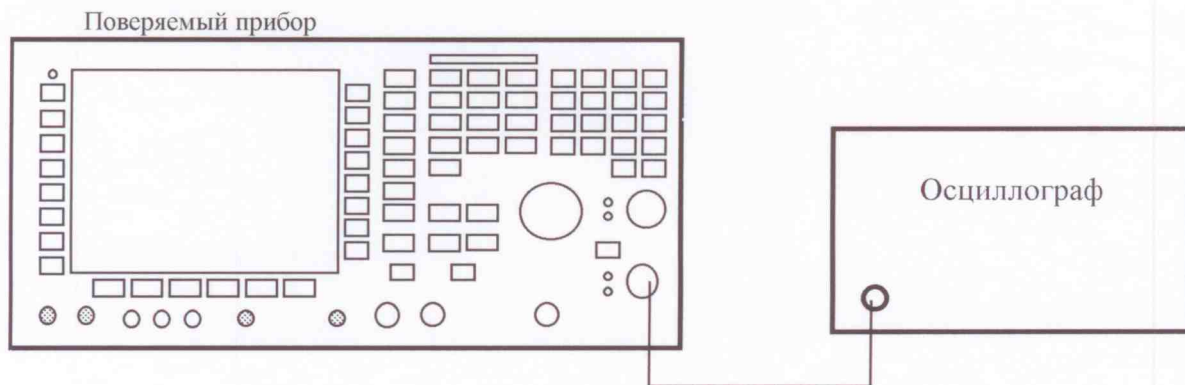

Рисунок 4. Определение длительности фронта и среза импульса
7.3.8.1 Поверяемый генератор подключить к осциллографу (см. рисунок 4) с помощью 50 - омного BNC кабеля.